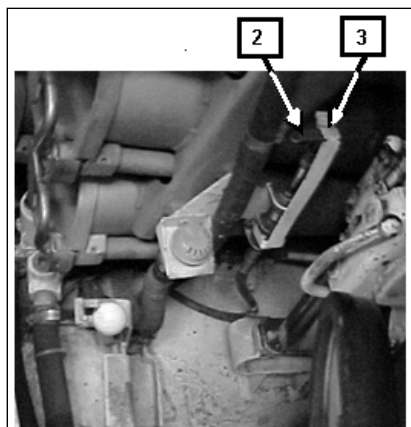

Fig 11-13. Alavanca do estrangulador manual
(5) Colocar todos os interruptores de eletricidade (Fig 11-13) exceto a tecla da bomba de combustível e do aquecimento principal na posição desligado (OFF).
(6) Assegurar-se que a tecla de força da unidade de controle do At esteja na posição (OFF) antes da partida do motor. Não ligar o carro se o rádio estiver sendo usado pois isso resultará em sobrecarga na força e prejuízo ao funcionamento do equipamento.
(11) Pressionar o pedal do acelerador (8) de 2/3 a 3/4 do seu percurso e apertar o botão de partida (9). Quando o motor ligar, liberar o botão de partida e proceder como no item 13. Se o motor não ligar depois de 15 segundos de acionamento, liberar o botão de partida e esperar de três a cinco minutos, antes de tentar uma nova partida. Se o motor não funcionar na segunda tentativa, informar ao pessoal da manutenção. (Fig 11-13 a 11-15)